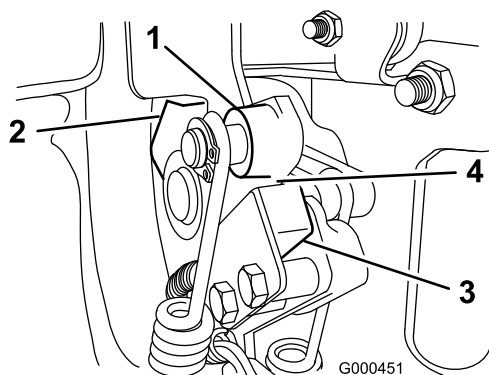

Figure 27
2. Engagez le levier de commande de déplacement jusqu'à ce qu'il touche la butée de point mort (Figure 27).
3. Desserrez les fixations du contacteur de sécurité (Figure 27).
4. Placez une cale de 0,8 mm entre le levier de commande de déplacement et le contacteur de sécurité (Figure 27).